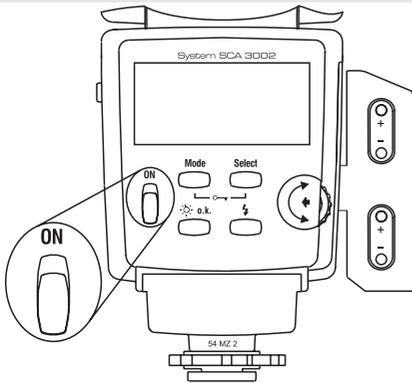

Bild 2 / Fig. 2 / Afb. 2
⚠️ Achten Sie beim Einsetzen der Batterien bzw. Akkus auf die richtige Polarität gemäß den Symbolen auf dem Batteriefachdeckel (Bild 2). Verbrauchte Akkus gehören nicht in den Hausmüll ! Leisten Sie einen Beitrag zum Umweltschutz und geben Sie verbrauchte Akkus bei entsprechenden Sammelstellen ab !
**Let bij het inzetten van de batterijen op de juiste polariteit, volgens de batterijsymbolen op het deksel van het batterijvak (afbeelding 2). 'Lege accu's horen niet thuis in het huisafval ! Lever ze in bij de betreffende verzamelstations !**